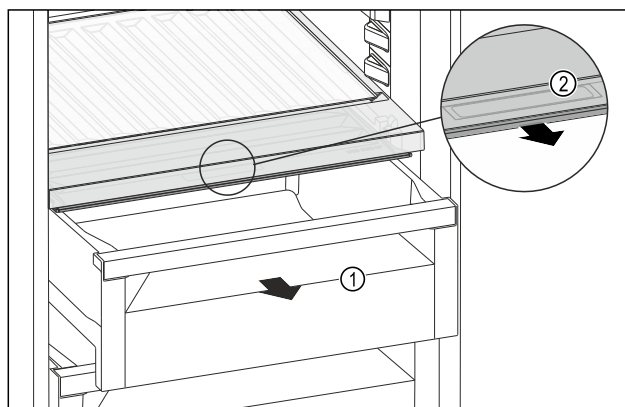

Fig. 206
- Extrageți sertarul Fig. 206 (1).
- Prindeți mânerul încastat Fig. 206 (2) de la capacul compartimentului și trageți concomitent capacul compartimentului spre partea frontală.